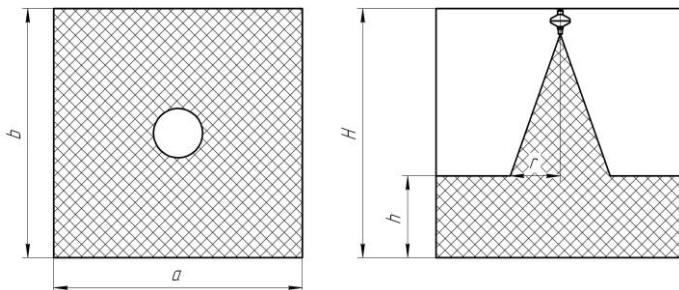

Рис.1
1.4. МПП могут применяться для тушения пожара на всей защищаемой площади локального тушения, на части площади или объема, или тушения всего защищаемого объема. При этом расчет количества и расположение модулей производится в соответствии с конфигурацией распыла (рис. 1, таблица 2).
2.2 Огнетушащая способность и конфигурации распыла порошка МПП «Уран-36М-ВС» в защищаемой зоне при тушении очагов пожара классов «А» и «В» на закрытой площадке приведена на рис.1 и таблице 2.